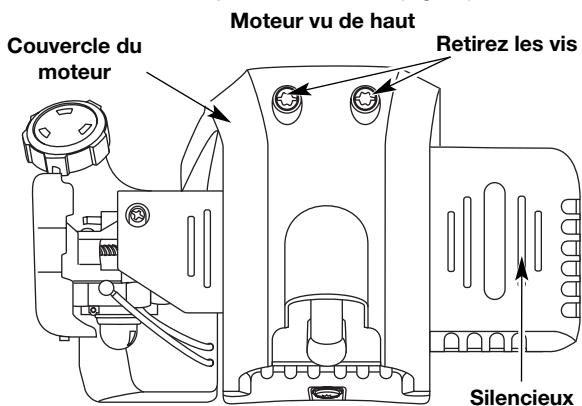

Fig. 31
2. Enlevez les deux vis (2) du haut du couvercle du moteur à l'aide d'un tournevis à lame plate ou T-25 Torx (Fig. 31).
6. Déposez le couvercle du moteur (Fig. 31).
13. Replacez le couvercle du silencieux. Glissez avec un déclic les encoches sur les côtés du couvercle par-dessus les languettes du couvercle du moteur (Fig. 31).